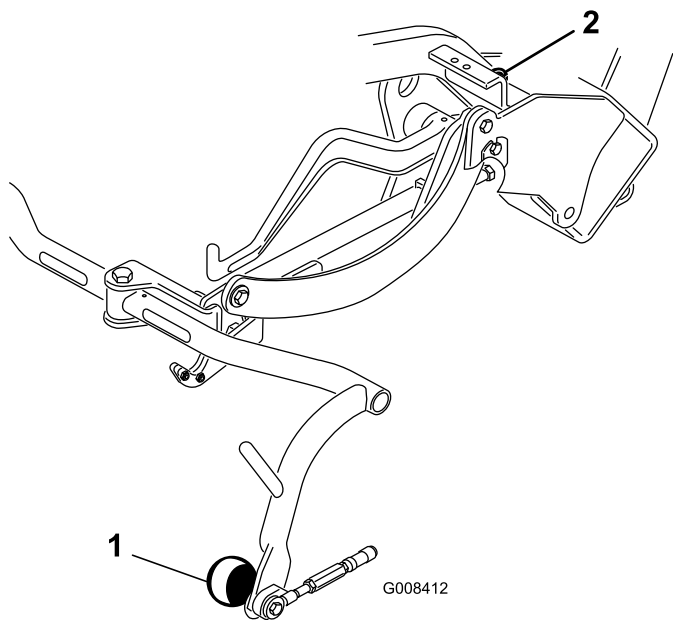

Рисунок 9
- Если нужна регулировка зазора, ослабьте контргайку на упорном винте несущей рамы (Рисунок 9) и поворачивайте винт вверх или вниз для подъема или опускания несущей рамы. Затяните контргайку для фиксации выполненной регулировки.